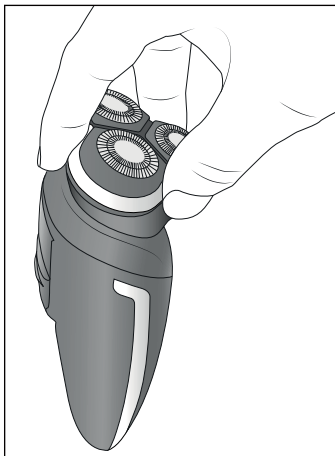

Fig. 2
- 1) Afferrare l'unità di taglio ② con tre dita dalle maniglie incassate ③ e sfilarla (vedere fig. 2).